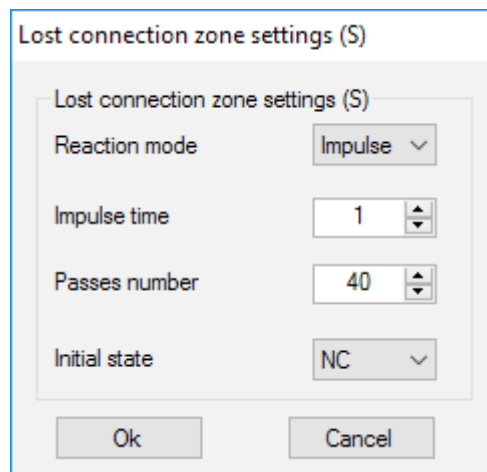

Imagen 25. Menú de propiedades del servicio de salida S
**Salida S: «Conexión perdida»:** si uno de los sensores no envía la señal de estado durante el tiempo de verificación, el sensor cambia la condición de salida **S**. La zona de servicio **S** se activará después del período de tiempo igual al parámetro «**Período de sondeo**» multiplicado por el parámetro «**Cantidad de pasadas**» (Imagen 25). De forma predeterminada, si ocBridge Plus falla en recibir 40 latidos del sensor, genera una alarma de «Conexión perdida».